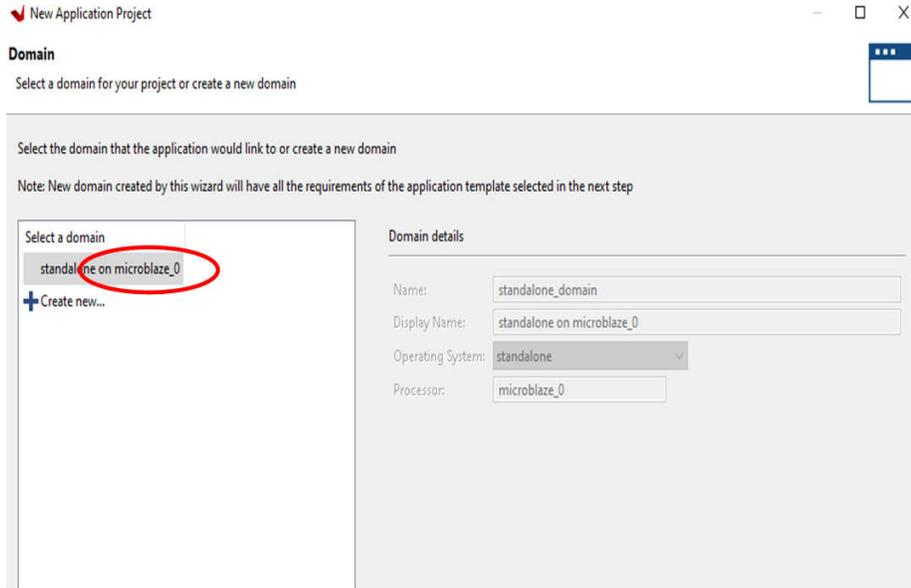

图 7-5. 应用工程名称
5. 选择 *standalone on microblaze_0* , 然后点击 *Next* (请参阅图 7-5) 。